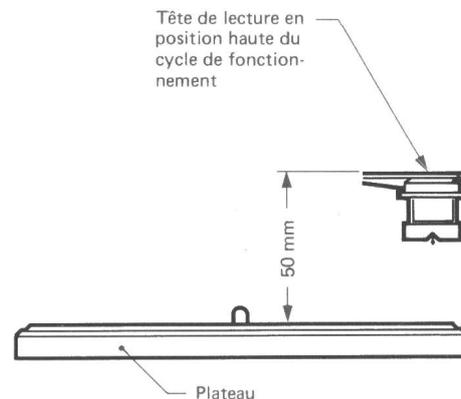

Fig. 4
- 5° - La distance entre la partie supérieure de la tête de lecture et le tapis du plateau doit être de **50 mm** (Fig. 4).